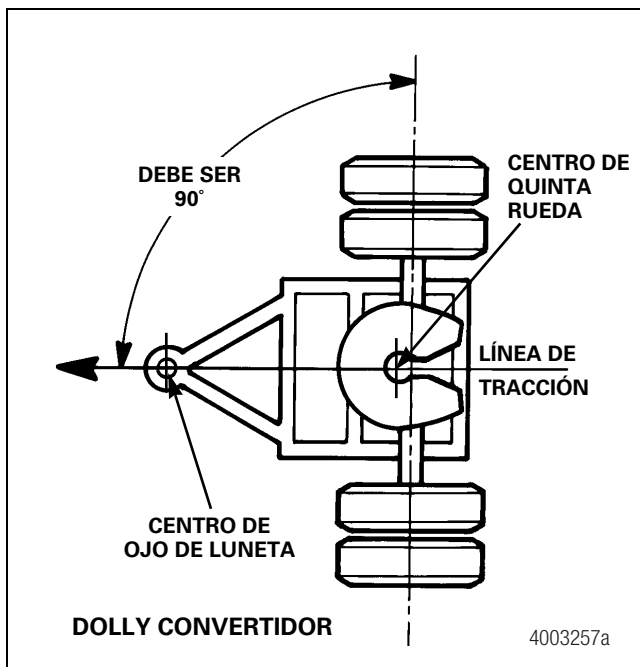
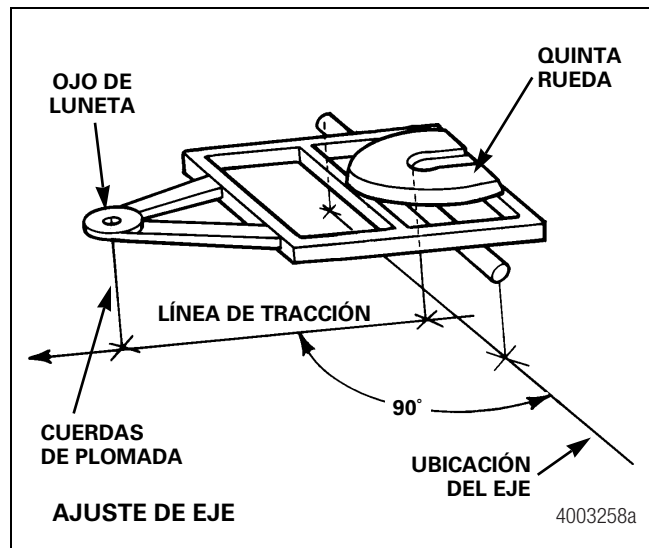

Figura 8.13
Figura 8.14
- Cuelgue cuerdas de plomada desde los centros exactos del ojo de luneta y la quinta rueda donde se sostiene el pivote de dirección del semirremolque. Para establecer la línea de tracción marque estos puntos en el piso y haga pasar un cordel entizado. Figura 8.13 y Figura 8.14.
- Cuelgue líneas verticales desde los centros exactos de las espigas de eje delantero del lado de la carretera y del lado del bordillo. Para establecer la ubicación del eje, marque estos puntos en el piso y haga pasar un cordel entizado. Figura 8.14.
- Con una escuadra de carpintero grande, mida el ángulo en el sitio donde se cruzan los cordeles entizados. De ser necesario, ajuste el eje hasta que el ángulo sea de 90 grados. Figura 8.14.